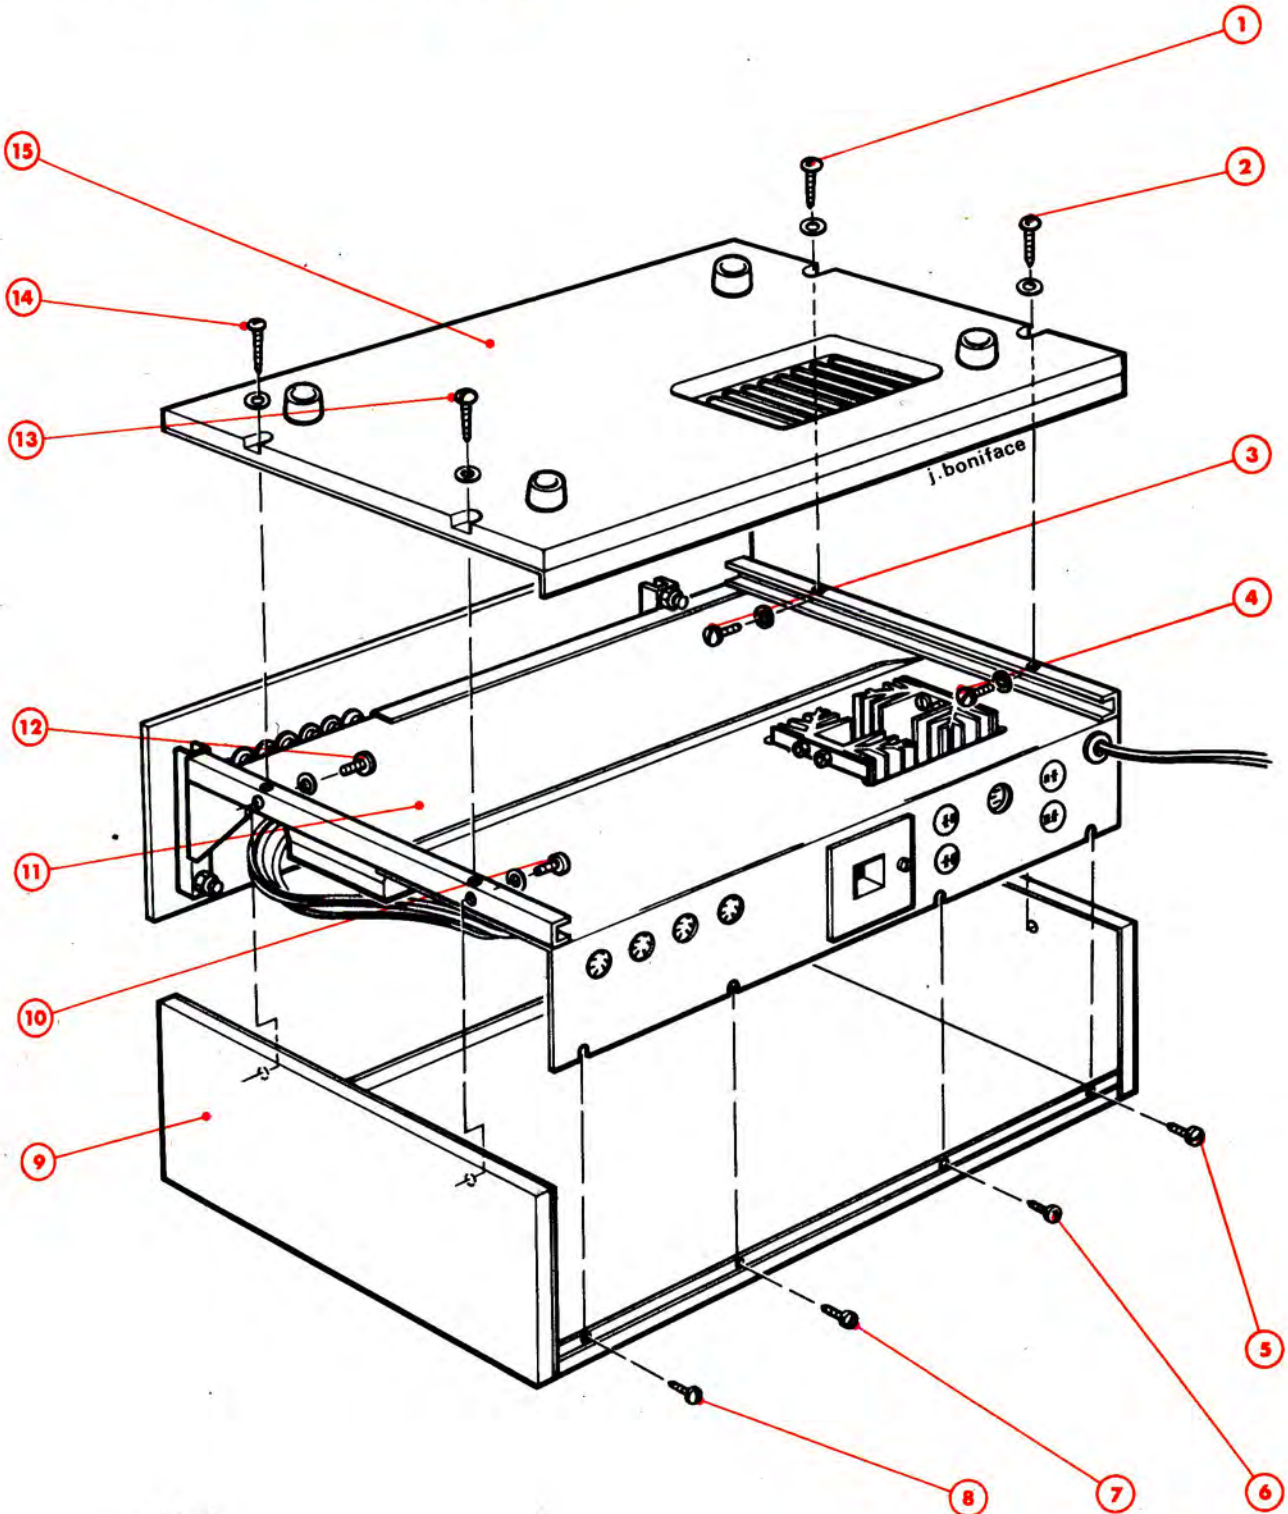

Fig. 1
A - ACCES AU CIRCUIT IMPRIME PRINCIPAL COTE CUIVRE (Fig. 1)
- 1° - Tourner l'appareil comme indiqué à la figure 1
- 2° - Enlever les vis et les rondelles (1), (2), (13) et (14)
- 3° - Retirer le fond de l'appareil (15) ; le circuit imprimé principal est alors accessible côté cuivre.
B - ACCES A L'ALIMENTATION ET AU CIRCUIT IMPRIME PRINCIPAL COTE ELEMENTS (Fig. 1)